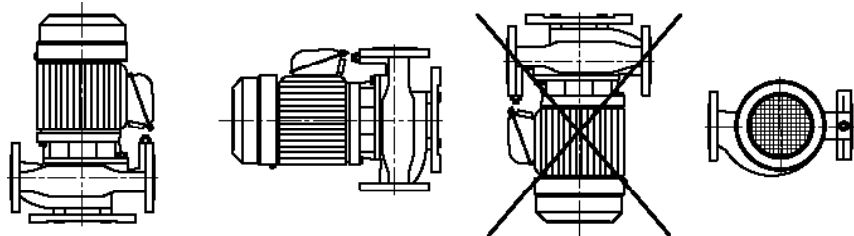

Рис.3. Схема установки электронасосов на трубопроводе
2.1.2.3 Электронасосы могут быть установлены горизонтально или вертикально по отношению к трубопроводу (рис.3).